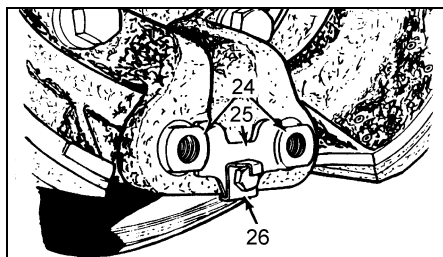

Рисунок 4. 24 - анкерный палец, 25 - стопорная пластина, 26 - стопорная пластина.
6. Отогните фиксатор (26), так, чтобы освободить болт (рисунок 4).